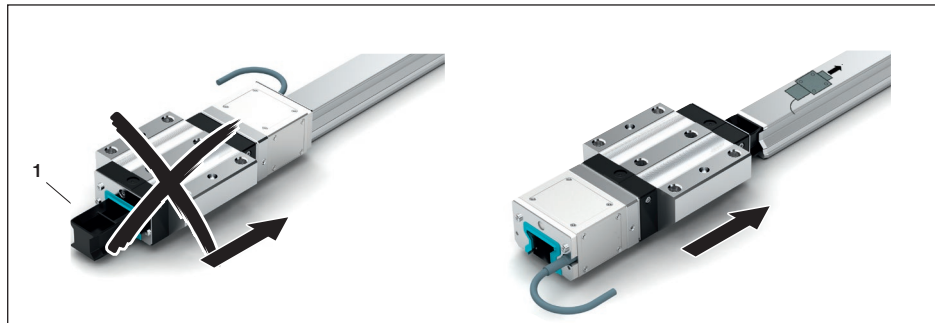

Fig. 6: Montare il pattino
- ▶ Accostare il pattino con il fermo di trasporto (1) all'estremità della rotaia di guida.
- ▶ Spingere il pattino ➡ Fig. 6
- ▶ Custodire il fermo di trasporto (1) per lo smontaggio.